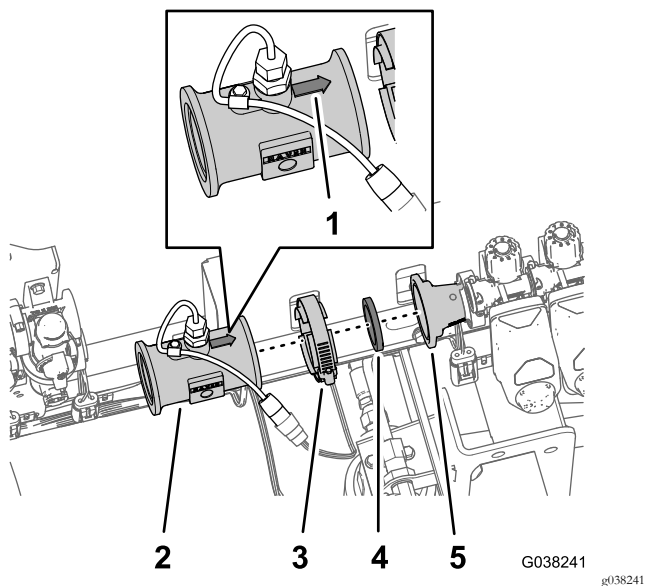

Figura 53
1. Allineate il flussometro all'adattatore del riduttore nella valvola di irrorazione sinistra con la freccia del flussometro rivolta a destra (Figura 53).
2. Montate il flussometro sull'adattatore del riduttore con la guarnizione e il morsetto flangiato (Figura 53) rimossi al passaggio 2 e 3 di Rimozione del flussometro dai collettori delle valvole (pagina 12).